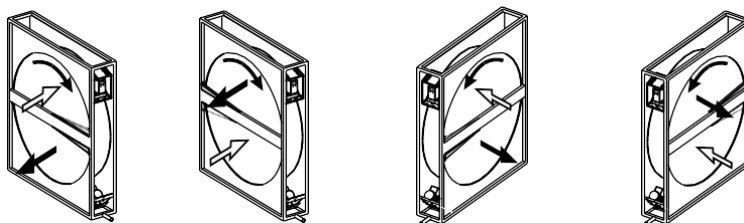

Рисунок 20. Направление вращения теплообменника в соответствии с направлением воздушного потока и расположением щеточного уплотнителя
- после установки приводного ремня и запуска теплообменника убедитесь, что направление вращения ротора идет от вытяжной части через очистной шлюз к приточной части (Рис. 20).